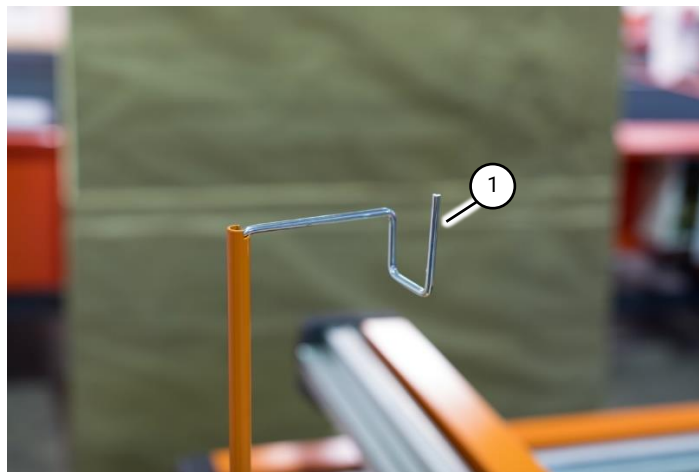

Fig 21 Crochet de guidage du chalumeau
2. Insérez le crochet de guidage du chalumeau dans la partie supérieure du support de câble (Fig 21 (1)).